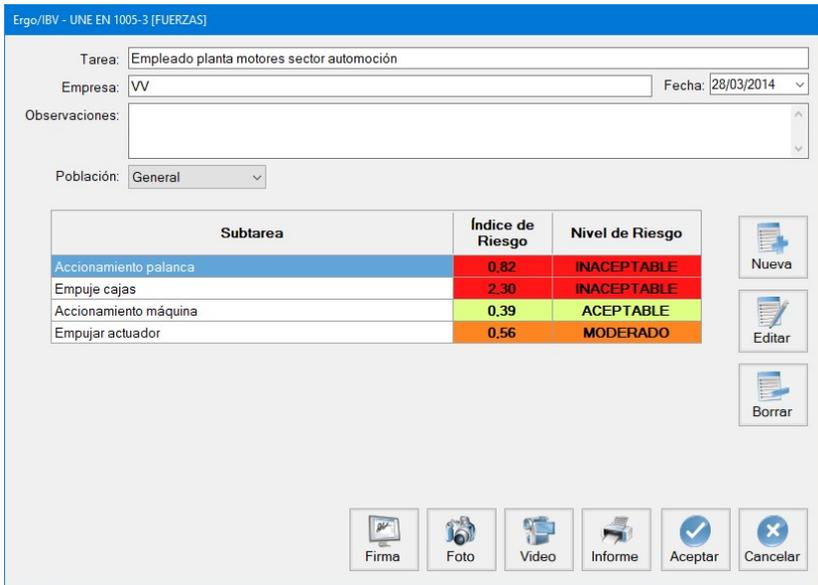

Figura 2: UNE EN 1005-3 [FUERZAS] – Ventana principal
Esto da paso a la ventana principal del módulo (Figura 2) que contiene lo siguiente:
- **Subtareas.** Se definen cada una de las subtareas que se desea analizar. Por ejemplo, en la Figura 2 se observa una tarea de un empleado de una planta de motores que incluye las subtareas de accionamiento de palanca, empuje de cajas, accionamiento de máquina y empuje de actuador. Pulsando el botón *Nueva* se introduce el nombre de cada subtask. El botón *Borrar* permite eliminar la subtask seleccionada en la lista (pidiendo confirmación previamente). Para modificar el nombre de una subtask se escribe directamente sobre la celda correspondiente. Mediante el botón *Editar*, se accede a la pantalla de datos correspondientes a cada subtask.